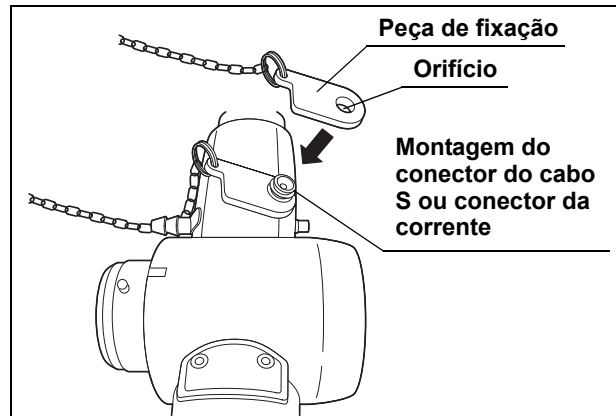

Figura 2.3
5. Posicione o orifício da peça de ajuste sobre o montagem do conector do cabo S (consulte Figura 2.3).